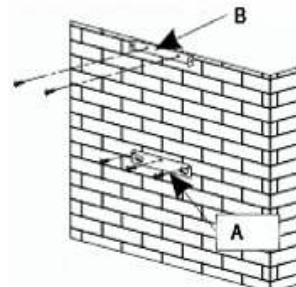

Abb. 3
- Zeichnen Sie auf die Mauer die 3 Bohrlöcher auf, die Sie benötigen und benutzen Sie dafür die mitgelieferten Halter der Dunstabzugshaube und beachten Sie dabei den empfohlenen Abstand (Abb. 3).
- Schrauben Sie den Halter für die Befestigung der Dunstabzugshaube fest und garantieren Sie, dass er vollständig im Wasser ist (Abb. 3).
- Berechnen Sie die Endhöhe für den U-Halter der Rohrabdeckung (Abb. 3)
- Bohren Sie die beiden Löcher mit 8 mm und schrauben Sie den Halteflansch der Rohrabdeckung an und achten Sie dabei, dass die Achse zur Dunstabzugshaube korrekt ist (Abb.3)
- Berechnen Sie die Endhöhe für den Halter der Rohrabdeckung. (Abb. 3)
- Bohren Sie die beiden Löcher mit 8 mm und schrauben Sie den Halteflansch des Rohrhalters an und achten Sie dabei, dass die Achse zur Dunstabzugshaube korrekt ist. (Abb. 3)